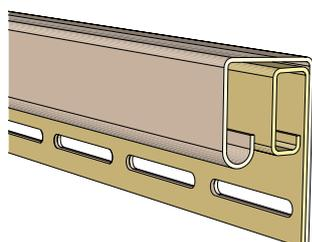

Рисунок 21
12.4 В верхней части стены, для завершения крайней панели сайдинга, будет установлен J-профиль, совмещенный с финишной планкой (рис. 21).